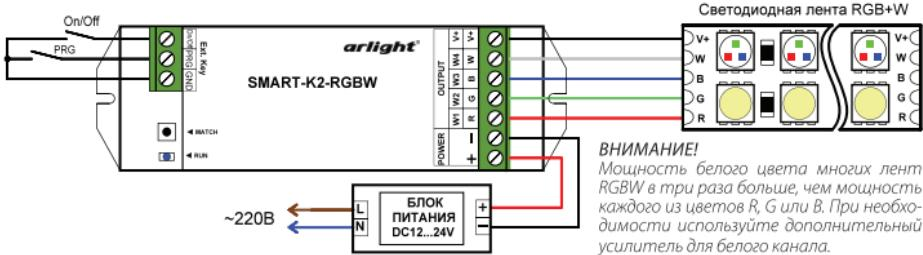

Рис.1. Подключение светодиодной ленты RGBW.
- 3.4. Согласно используемой схеме (Рис.1-Рис.4), подключите светодиодную ленту или другой совместимый светоиздийный источник света к выходу OUTPUT контроллера. Соблюдайте полярность и порядок подключения проводов к клеммам.